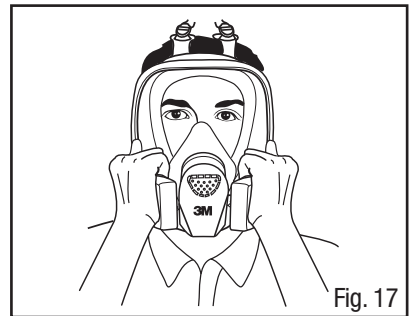

Fig. 17
1. Presione las cubiertas de filtro con ambas manos hacia la pieza facial e inhale con suavidad. Ha logrado un ajuste adecuado, si siente que la pieza facial se colapsa un poco y se pega a su cara sin ninguna fuga entre la cara y la pieza facial (Fig. 17).